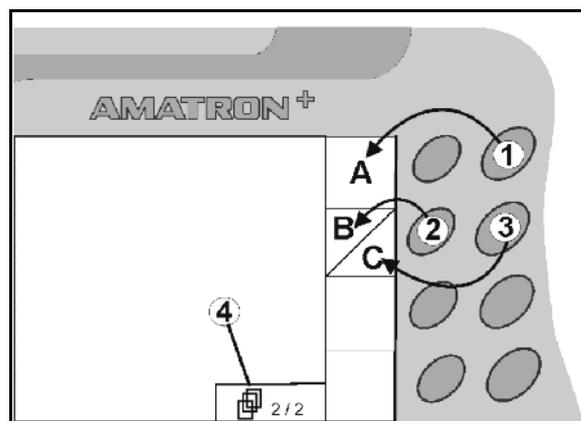

Fig. 7
- Lorsque le champ n'est pas barré, seule la touche droite (Fig. 71) est affectée à celui-ci (Fig. 7/A).
- la touche de gauche (Fig. 7/2) est affectée à la partie du champ située en haut à gauche (Fig. 7/B).
- la touche de droite (Fig. 73) est affectée à la partie du champ située en bas à droite (Fig. 7/C).
<ul style="list-style-type: none"> • passage aux pages de menu suivantes (possible uniquement lorsque le symbole (Fig. 7/4) s'affiche à l'écran) • menu d'apprentissage de la poignée multifonctions